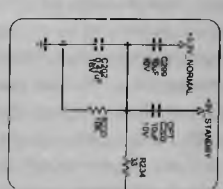

Рис. 3. Фрагмент схемы основной платы со скалером, Flash-памятью FLASH MEMORY
На рис. 3 приведен фрагмент схемы основной платы со скалером IC200 типа MST9U11Q1, Flash-памятью FLASH MEMORY на ИМС IC202 типа MX25L8006EM2I-12G и последовательной памятью SYSTEM EEPROM на ИМС IC201 типа BR24G32FJ-3AGTE2. Здесь же показаны разъемы подключения платы индикатора и 5-позиционного джойстика с кнопками управления (Joystick Key) P201 и ЖК панели (MODULE-eDP) P101, а также кварцевый резонатор X200 и ключевые транзисторы выбора интерфейса HDMI Q200-Q203.
- 3-амперный синхронный понижающий преобразователь на ИМС IC402 типа MP2315GJ, который из напряжения +19V формирует напряжение +10V PANEL для питания ЖК панели, подаваемое через соединенные параллельно выв. 26-30 разъема P101 (см. рис. 3);